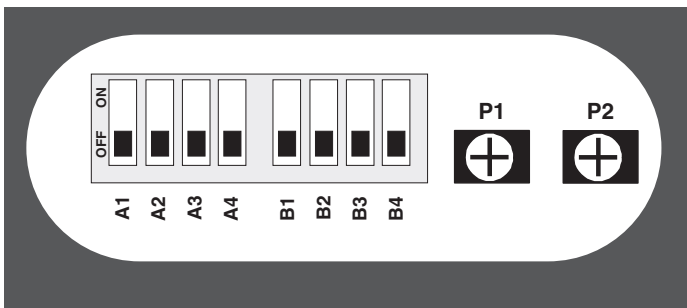

Fig. 17
**Afstelling op de kaart (fig. 17) :**